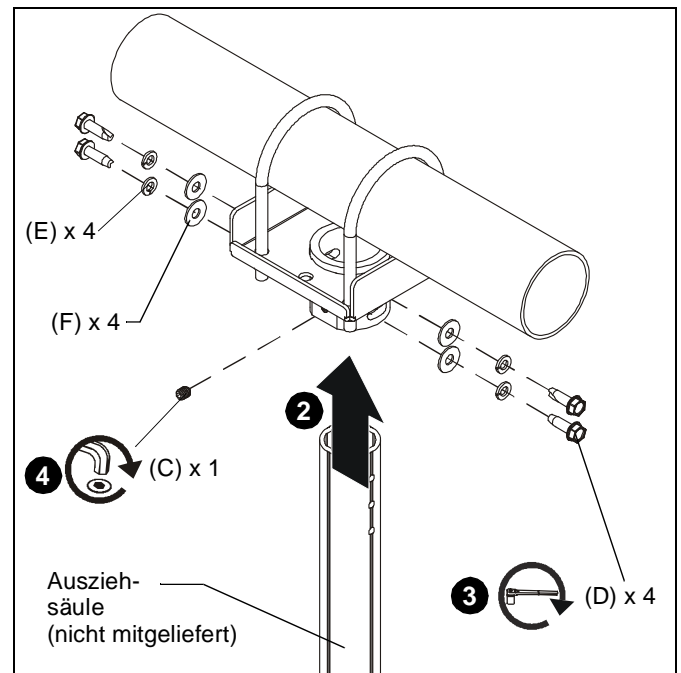

Abb. 3
3. Befestigen Sie die Ausziehsäule am CPA365, indem Sie vier selbstschneidende 5/16"-18 x 1"-Sechskantschrauben (D) mit vier 5/16"-Federscheiben (E) und vier 5/16"-Unterlegscheiben (F) durch die Bohrungen in der Ausziehsäule schrauben. (Siehe Abb. 3)
4. Schrauben Sie eine 5/16" x 1/2"-Feststellschraube (C) in die Gewindebohrung und ziehen Sie sie an, bis sie fest an der Säule sitzt. (Siehe Abb. 3)